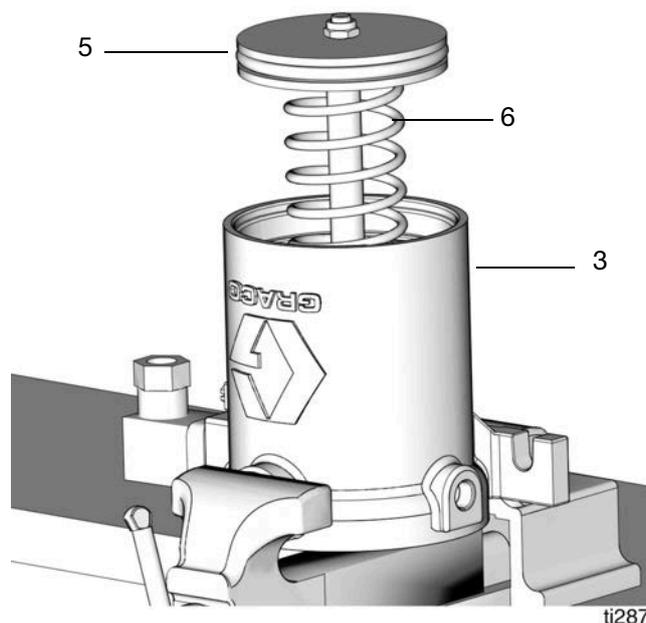

FIG. 33
9. Installare la molla (6) sull'asta del pistone (34), quindi inserire molla e pistone nel cilindro dell'aria (3) (FIG. 33).